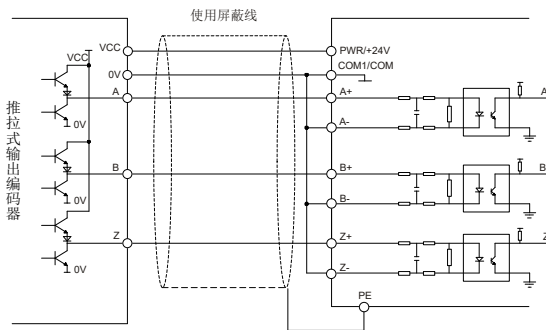

图 7-2 推拉式输出方式接线 2
- 2、若“输出电流”中的“流入电流”小于 25mA，“流出电流”大于 25mA，请采用图 7-2。